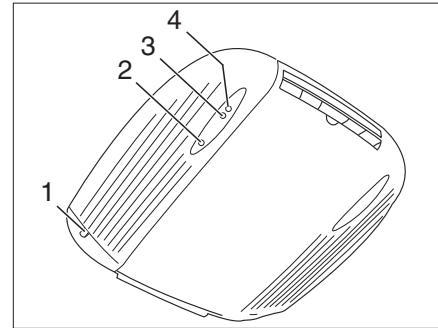

Bild 223 Innenansicht
- Fahrzeug an die 230-V-Versorgung anschließen. Die Klimaanlage ist betriebsbereit. Die rote LED (Bild 223,2) leuchtet.
Die grüne Kontroll-Leuchte (Bild 223,3) zeigt den Kühlbetrieb, die rote Kontroll-Leuchte (Bild 223,4) den Heizbetrieb an.